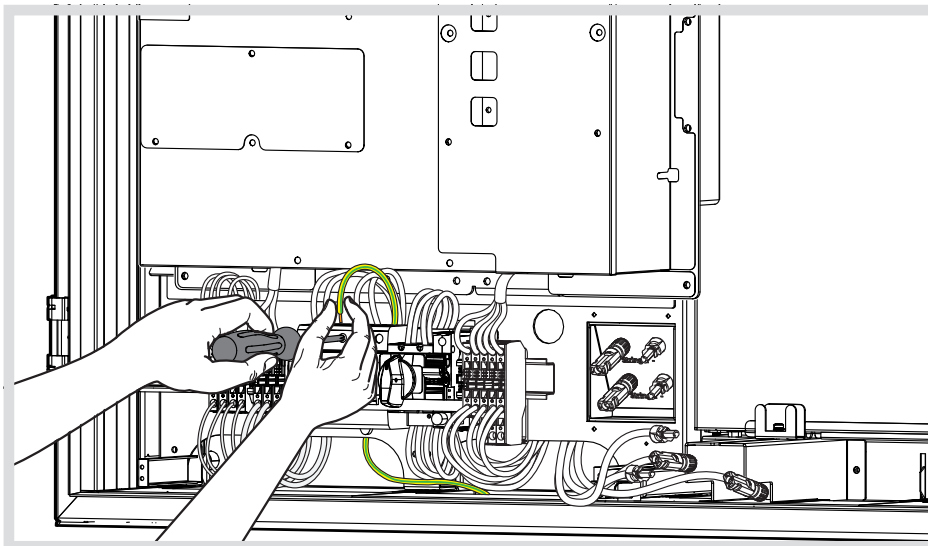

Bild 29: Anschluss der Erdleitung am Überspannungsschutz
- Die 6 mm² Erdleitung vom Potenzialausgleich mit einem Pozi-Drive Schraubendreher Größe 2 an den Überspannungsschutz anschließen (Bild 29).